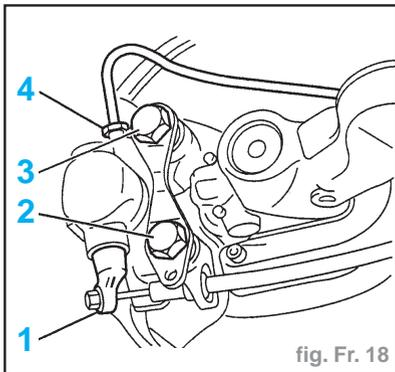

fig. Fr. 18
- Désaccoupler le câble de frein à main du levier (1) (fig. Fr. 18).
- Débrancher le tuyau (4).